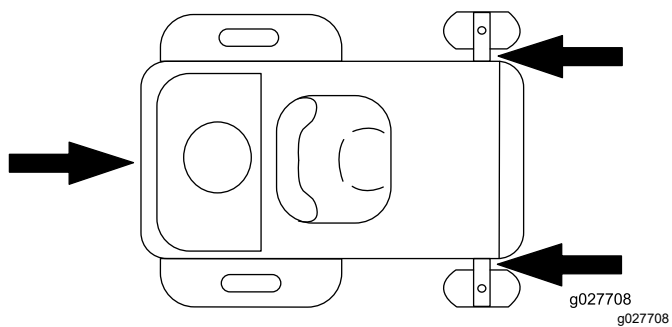

Figure 41
6. Arrimez la machine près des roues pivotantes avant et du cadre arrière à l'aide de sangles, chaînes, câbles ou cordes (Figure 41). Voir la réglementation locale concernant les exigences en matière d'arrimage.